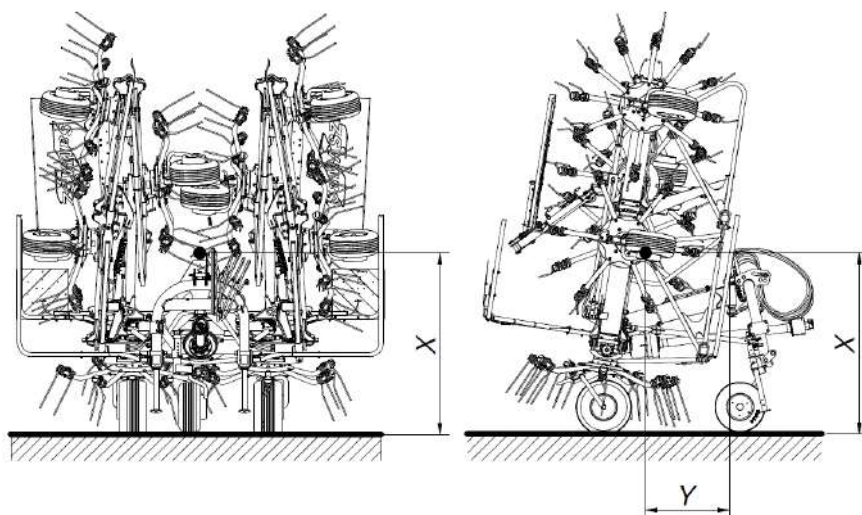

Рис. 8. Расположение центра тяжести для транспортных удобств
- ❑ следует схватывать поднимающими устройствами исключительно в местах, указанных на **Рис. 8**,